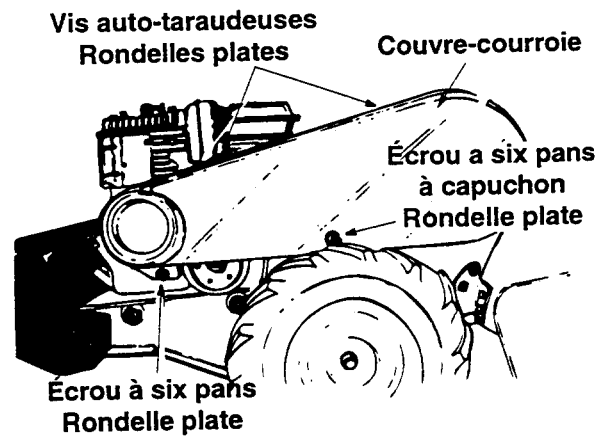

Figure 11
2. Démontez le couvre-courroie du côté gauche du motoculteur comme suit. Voir la Figure 11